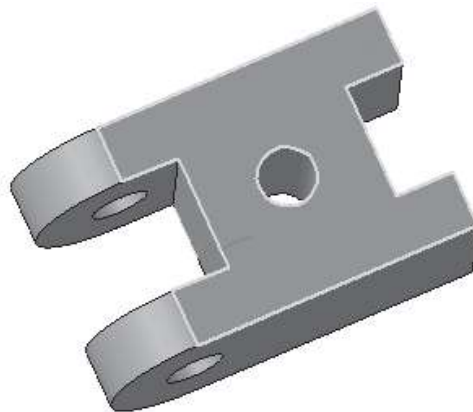

Рис. 14.10
- Выделите верхнюю грань (рис. 14.10).